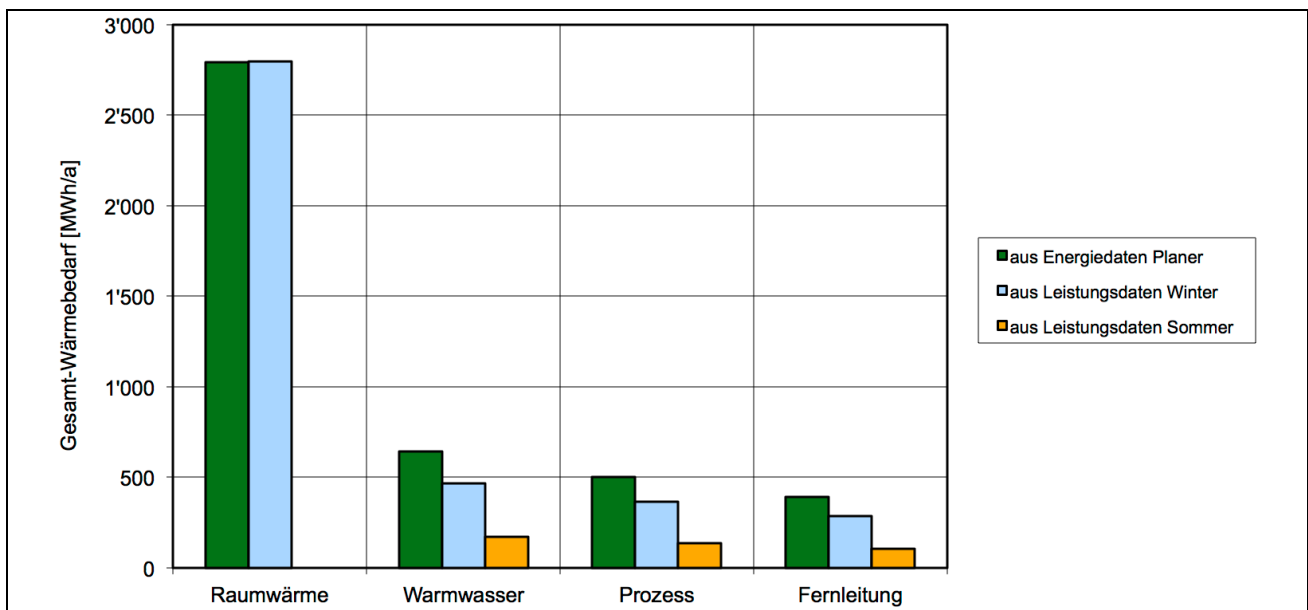

Abbildung 15: Vergleich Gesamt-Wärmebedarf
Dies entspricht dem prozentualen Verhältnis des blauen Balkens zum grünen Balken der Spalte Raumwärme in der Abbildung 15. Der blaue Balken ist der berechnete Energiebedarf für Raumwärme aus den Leistungsangaben der einzelnen Verbraucher und der gewählten Klimastation. Der grüne Balken ist die Summe der Energiebedarfsangaben der einzelnen Verbraucher.
### 5.6.4 Vergleich Gesamt-Wärmebedarf (Abbildung 15)
1. Das Altersheim als einzelnen Wärmeabnehmer eingeben. Raumtemperatur und Heizgrenze auf die für das Altersheim gültigen Werte einstellen, z. B. 22/17°C. Dies ergibt die für das Altersheim gültigen Werte für den Wärmeleistungs- und Heizwärmebedarf und damit die für das Altersheim gültige Höhe H1 des rechten Balkens «Raumwärme» in Abbildung 15.
2. Raumtemperatur und Heizgrenze entsprechend dem übrigen Gebäudebestand einstellen, z. B. 20/15°C. Dadurch reduziert sich der Heizwärmebedarf in Abbildung 15 von H1 auf H2.
1. Das Schulhaus als einzelnen Wärmeabnehmer eingeben. Raumtemperatur und Heizgrenze entsprechend Normalbetrieb einstellen, also 20/15°C. Resultierender Heizwärmebedarf H1 ablesen (rechter Balken «Raumwärme» in Abbildung 15).